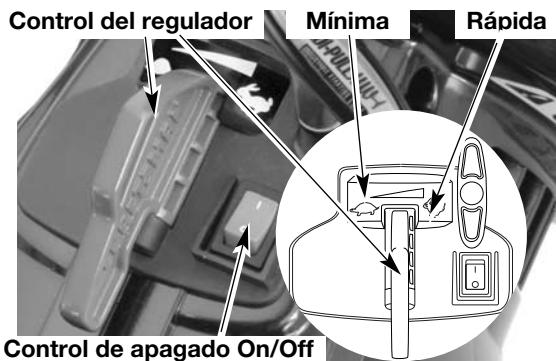

Fig. 9
- NOTA:** No hay necesidad de encender la unidad. El Control de Parada Encendido/Apagado (On/Off) está en la posición Encendido (ON) (I), en todo momento.
3. Ponga la unidad en la posición de arranque (Fig. 11 o Fig. 12). Coloque el control del regulador en la posición de mínima (🐢) (Fig. 9).